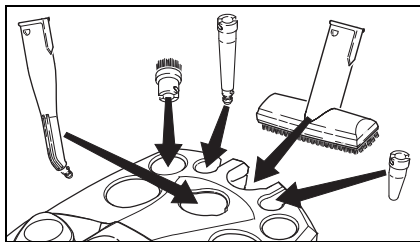

Fig. 1
- Introduceți duza de mână (E1) în suportul adecvat pentru accesorii (vezi fig. 1). **Notă:** Duza punctiformă (D1), prelungitorul (D2), peria cilindrică (D3) și duza de forță (D4) sunt deja depozitate.